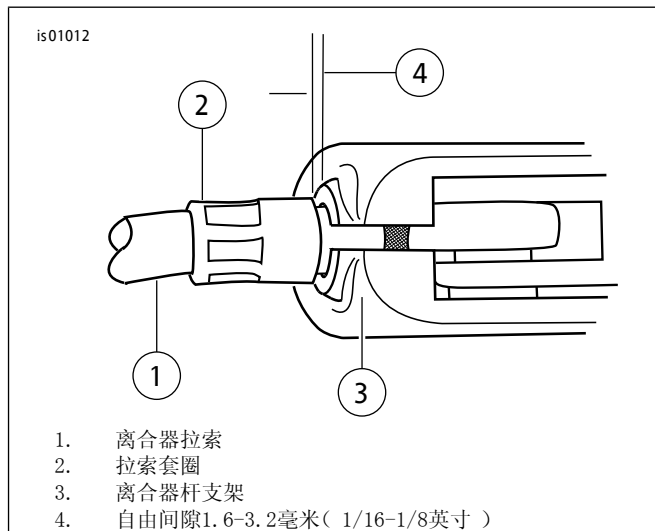

图4。离合器手杆
- 参见图4。将离合器拉索套圈(2)从离合器杆支架(3)上拉开，检查自由间隙。根据需要转动拉索调节器，在拉索套圈顶端与离合器杆支架之间形成1.6-3.2毫米(1/16-1/8英寸)的自由间隙。